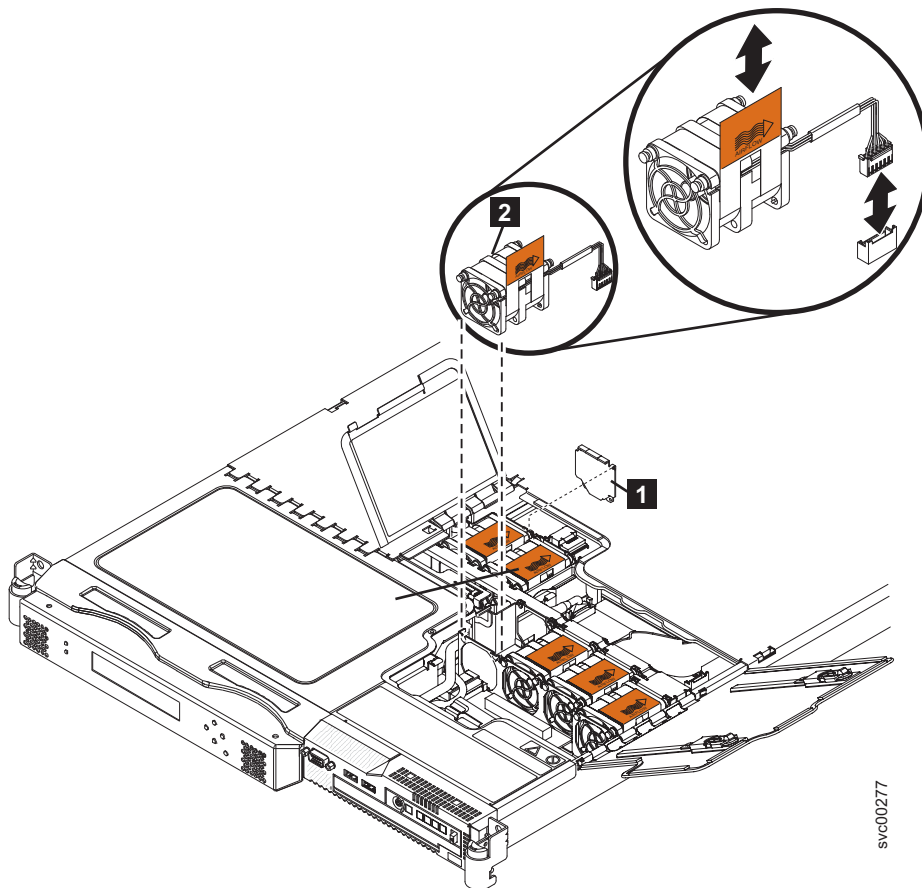

図 229. SAN ポリユーム・コントローラー 2145-8G4 のファン 3
7. 図 229 に示すように、ファン 3 を再取り付けします。